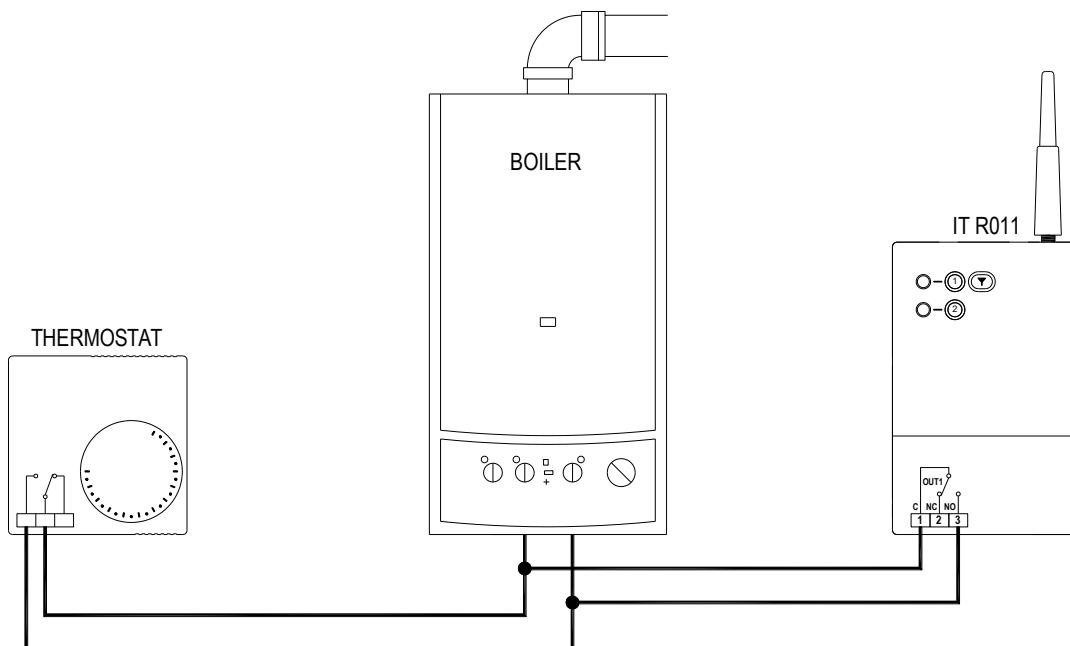

Abb. 10: Beispiel der Telefonschnittstelle in Parallelschaltung mit einem Thermostat.
**Parallelschaltung** (Abb. 10): AUSG1 muss im ausgeschalteten Zustand sein, um die Temperatur über das Thermostat zu regeln. Zur Deaktivierung der Regelfunktion muss entweder das Thermostat ausgeschaltet oder der Drehknopf zur Einstellung des Sollwerts auf Minimum gedreht werden. Sie kann durch Senden des Befehls „REGELN“ von Ferne aktiviert werden, wodurch die Temperatur auf den gewünschten Wert geregelt wird. Wenn Sie zur Temperaturregelung über Thermostat zurückkehren wollen, müssen Sie es einschalten, oder den Sollwert erhöhen und den Schalter AUSG1 der Schnittstelle ausschalten. Falls gewünscht, kann die Frostschutzfunktion auch über das Thermostat erzielt werden, indem zum Beispiel der Drehknopf zur Einstellung des Sollwerts auf Minimum gestellt wird. Alternativ dazu können Sie sie über die Telefonschnittstelle aktivieren, indem Sie den Befehl ANTIFROST ausgeben. In diesem Fall muss der externe Temperaturfühler in dem Raum installiert werden, dessen Temperatur geregelt werden soll.